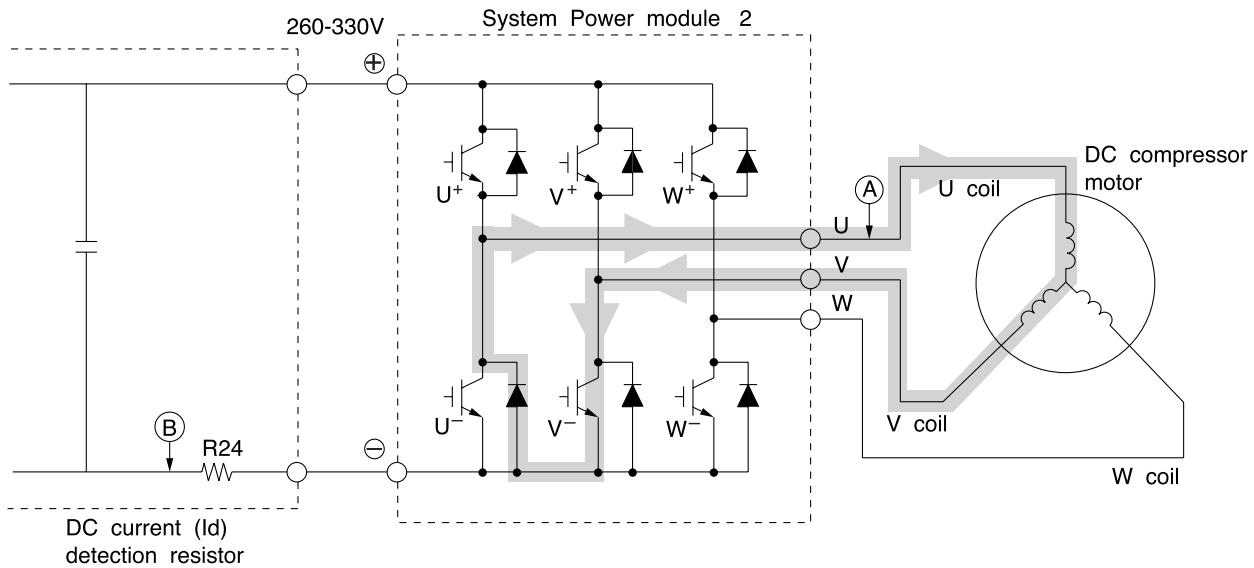

Fig. 3-4 Power module circuit ( $U^+$  is ON,  $V^-$  is ON)
- Quand le transistor de U+ est sur OFF : (par inductance de la bobine du moteur) bobine U → bobine V → transistor V- → diode de retour → point A (Fig. 3-4)